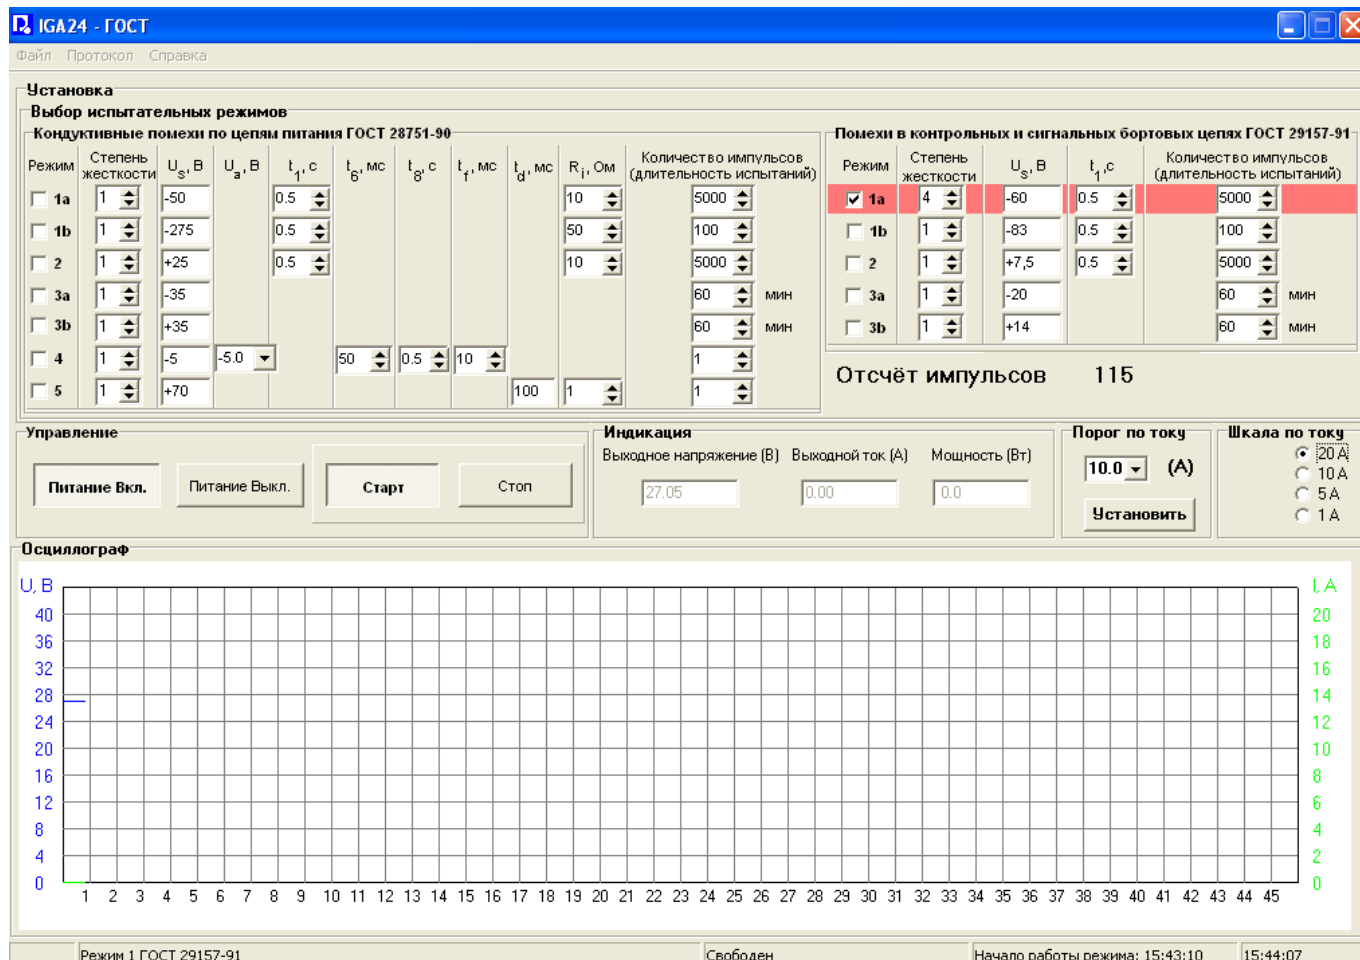

Рисунок 2
7.4.1 Программа IGA24 имеет основное окно – это «**IGA24 – ГОСТ**» » для испытаний по ГОСТ 28751-90 и ГОСТ 29157-91 (см. рисунок 2). Окно представляется рабочим полем, строкой меню в верхней части экрана и статусной панелью в нижней части экрана. При нажатии левой кнопки мыши на одном из пунктов меню, оно раскрывается в дополнительное меню.